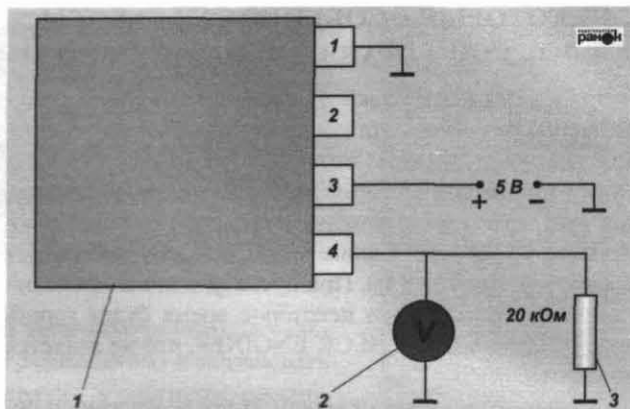

Рис. 2.9. Схема проверки датчика абсолютного давления: 1 – датчик абсолютного давления и температуры воздуха; 2 – вольтметр; 3 – резистор
- включить датчик согласно схеме (рис. 2.9);